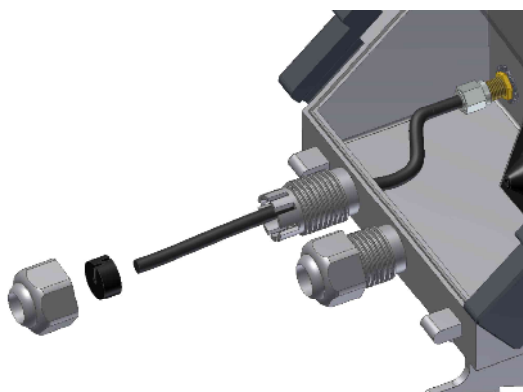

Fig. 14 – Installazione Antenna Esterna
- Svitare il passacavo e rimuovere il tappo ed il la guarnizione sezionata (fig. 14)